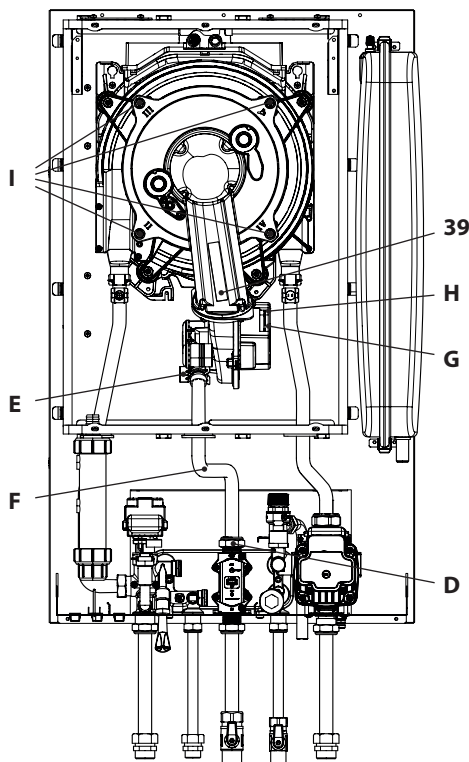

Figura 9.10
Rimozione del gruppo bruciatore ventilatore 39 in Figura 9.10.
- Scollegare il connettore **G** tirandolo verso il basso (Figura 9.10).
- Scollegare il connettore del ventilatore **H** tirandolo verso il basso (Figura 9.10).
- Svitare i dadi **I** e rimuovere il gruppo bruciatore ventilatore 39 (Figura 9.10)